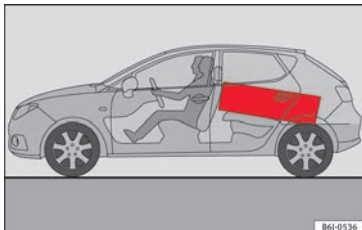

Abb. 147 Legen Sie schwere Gegenstände möglichst weit nach vorn.
- Verstauen Sie schwere Gepäckstücke so weit wie möglich vorne im Gepäckraum **» Abb. 147.**